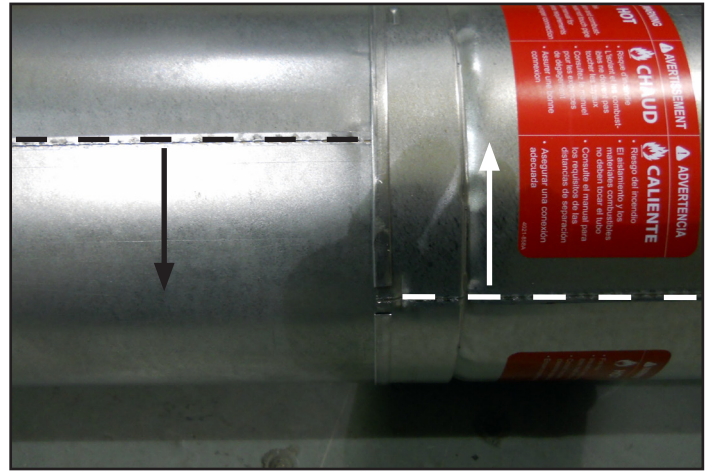
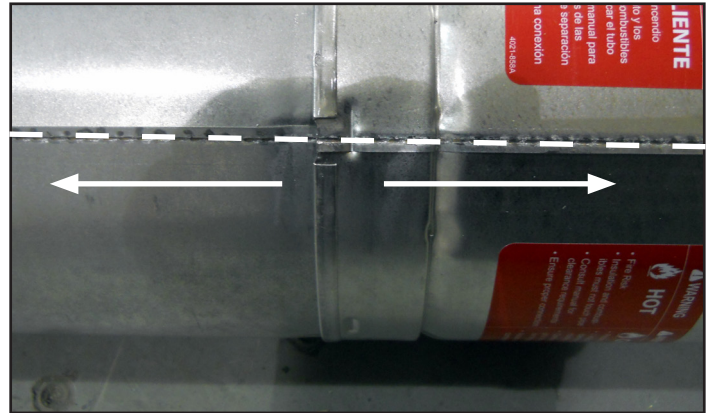

Figure 7.7 Faire pivoter les joints soudés pour démonter
Figure 7.8 Aligner les joints soudés et démonter les sections de conduit.
- Faites pivoter l'une des sections (figure 7.7), de façon à ce que les cordons de soudure soient alignés, comme montré à la figure 7.8.